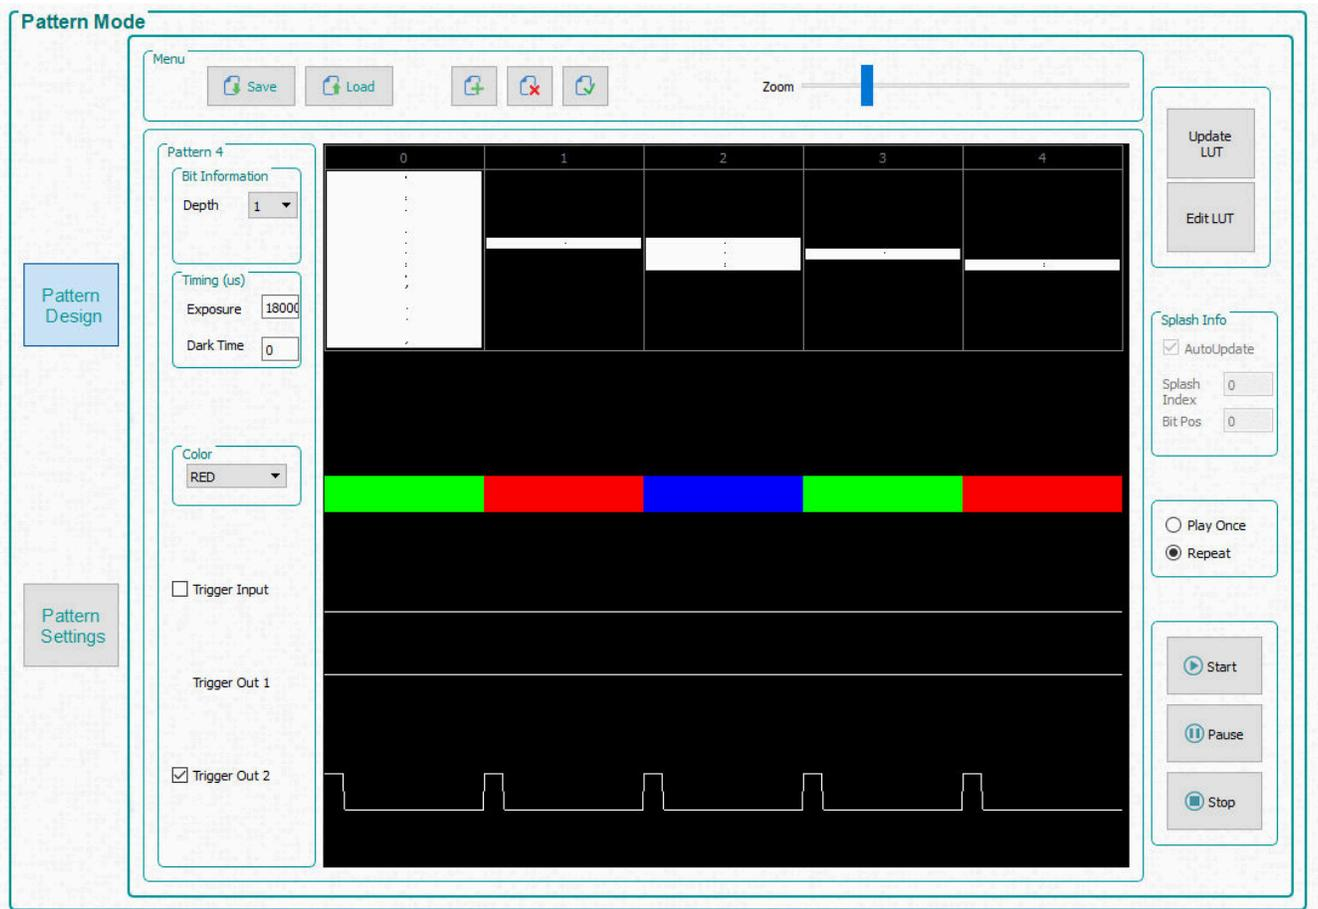

図 6-15. DMD ブロックのパターンのロード・シーケンス
4. パターンのデザインは、図 6-15 のようになります。